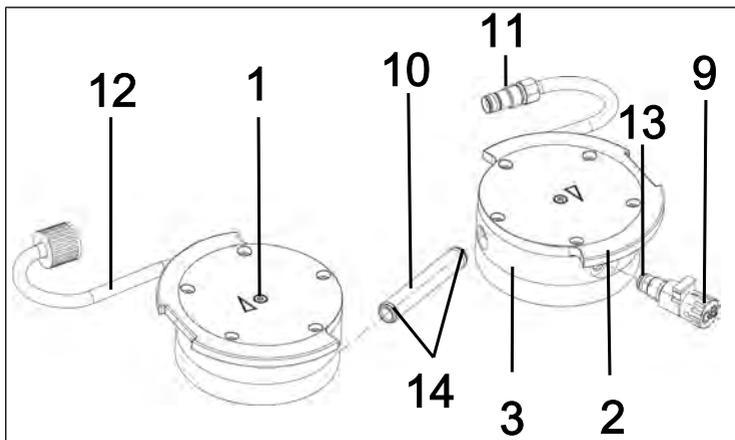

Fig.28: Sostituzione degli O-ring
2. Estrarre il tubo di allacciamento (10/ Fig. 28) dal coperchio testa (3).
**i** I due collegamenti tubo flessibile (11) e (12) resteranno montati nei coperchi testa.
3. Sostituire i due O-ring (**14**) del tubo di allacciamento (**10**/Fig. 28).
- i** Qualora gli O-ring (**14**) non si possano prelevare dal tubo di allacciamento (**10**/Fig. 28), comprimerli lievemente e prelevarli, all'occorrenza con una pinza.
6. Svitare la valvola gas ballast (**9**/Fig. 28) dal coperchio testa (**3**).
7. Sostituire l'O-ring (**13**) della valvola gas ballast (**9**/Fig. 28).
8. Avvitare a fondo la valvola gas ballast (**9**/Fig. 28) nel relativo coperchio testa (**3**). Successivamente, svitarla di nuovo, fino a quando la superficie sia orientata verso l'alto.
7. Innestare nuovamente il tubo di allacciamento (**10**/Fig. 28) nei due coperchi testa (**3**).